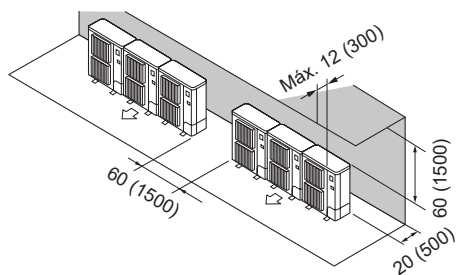

Fig. 2-12
- ② Obstáculos en la parte trasera y superior (Fig. 2-12)